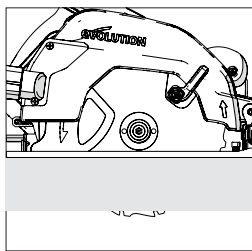

Abb. 12
- In den meisten Fällen sollte die Schnitttiefe auf die Dicke des zu schneidenden Materials plus die halbe Tiefe eines Sägezahns (Spitze des Sägezahns bis zum breitesten Teil) eingestellt werden. (Abb. 12)
(13) EINSTELLEN DES SCHNITTWINKELS (SCHRÄGE)